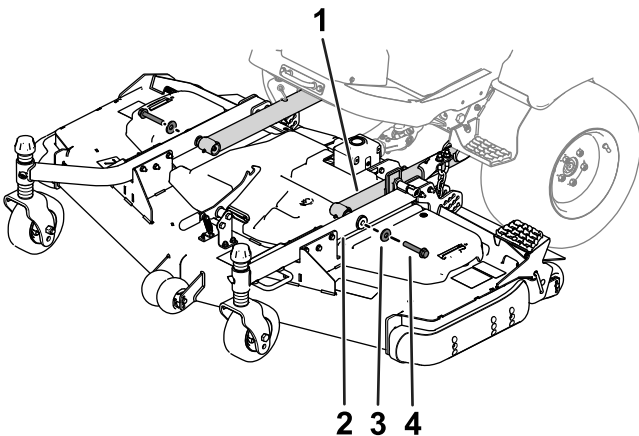

Figura 5
7. Utilizați 2 uruburi cu cap hexagonal și 2 aibe pentru a fixa braele roților pe braele de ridicare (Figura 5).